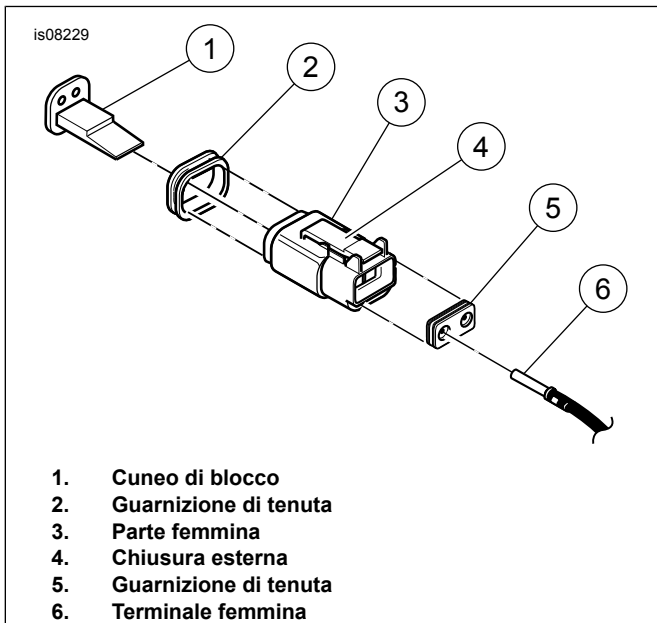

Figura 7. Connettore elettrico dell'indicatore di direzione posteriore
Vedere Figura 7. **I modelli degli anni 1994-1995** hanno un connettore Deutsch posto sotto la sella.
2. Vedere Figura 7. **Sui modelli degli anni 1994-1995**, disporre i fili degli indicatori di direzione posteriori verso i due connettori situati sotto la sella. Separare le due metà femmina dei connettori degli indicatori di direzione posteriori, premendo le chiusure esterne di ciascun connettore e ruotando alternativamente la metà femmina del connettore avanti e indietro finché non si stacca. Lasciare le metà maschio dei connettori fissate al telaio. Rimuovere il cuneo di blocco secondario arancione di ciascun connettore inserendo la lama di un piccolo cacciavite nella scanalatura del cuneo di blocco. Girare il cacciavite di 90 gradi per sbloccare il cuneo. Tirare delicatamente i fili da ciascun connettore, mentre si staccano le piccole linguette di blocco nella parte interna del connettore, utilizzando un piccolo cacciavite a lama piatta.